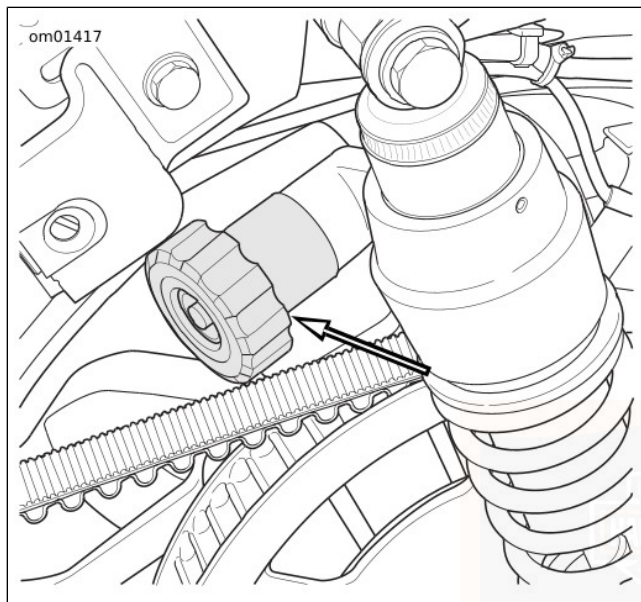

Figure 32. Bouton de réglage de la précharge
2. Voir Figure 32. Tourner le bouton de réglage de la précharge dans le sens antihoraire jusqu'à ce qu'il s'arrête. La position d'arrêt est la précharge minimale.